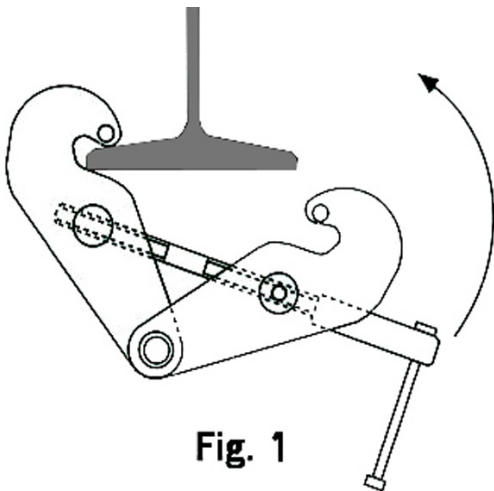

Fig. 1
- Abrir la garra girando el husillo en sentido contrario a las agujas del reloj hasta que se pueda introducir en el ala de la viga. (fig.1)